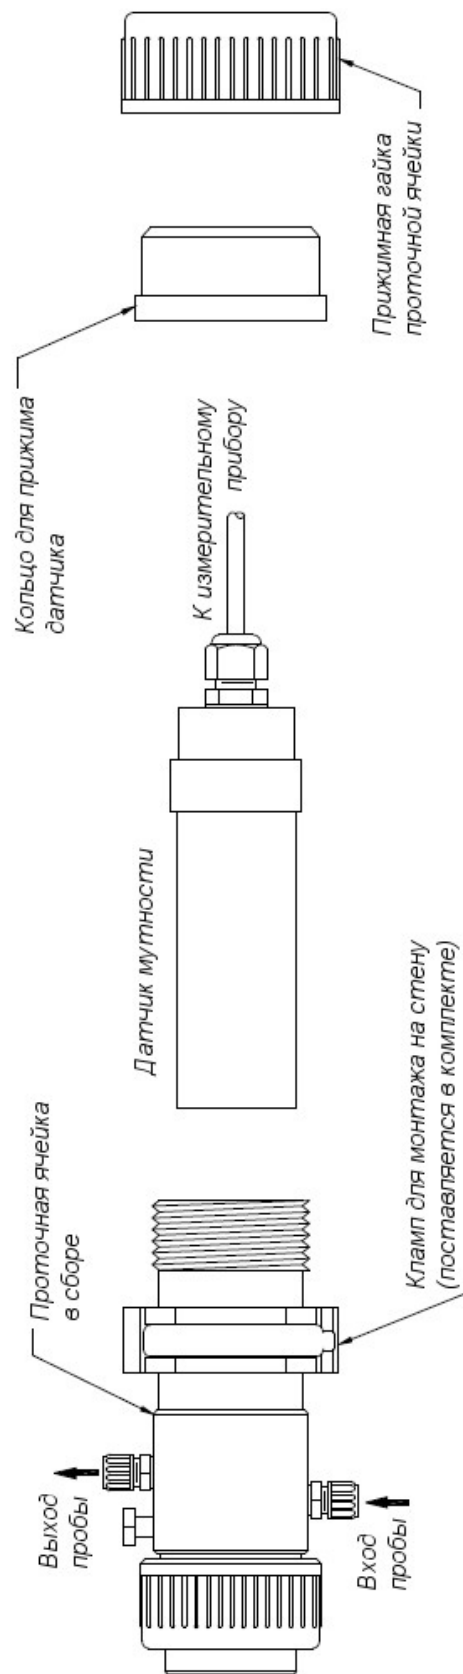

Рисунок 2 - Система проточной ячейки TU910 с датчиком в разобранном виде
9.2.2 Установка проточного датчика TU8525 или TU8555 в проточную ячейку TU910 (Рисунок 2).